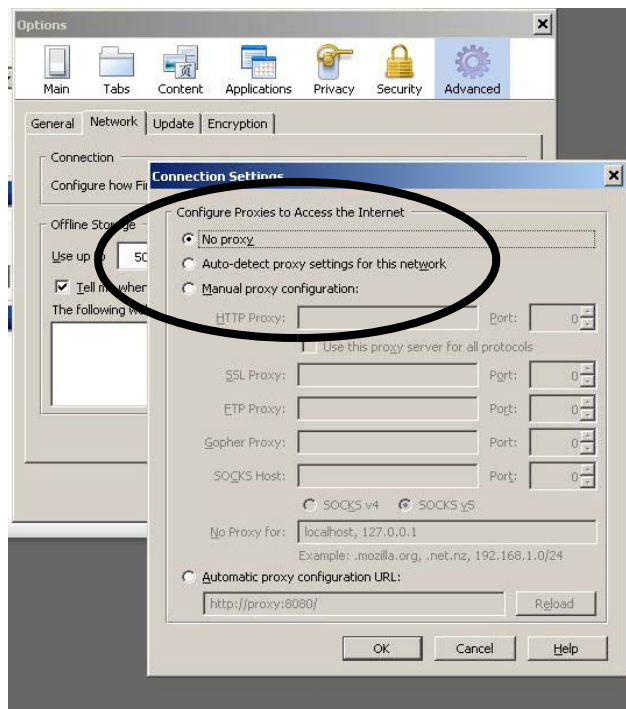

FIG. 28 : Désactivez Proxy Setting (Firefox uniquement)
2. *Ne s'applique qu'à Firefox :* Pour fonctionner dans un réseau ProMix 2KS/3KS avec Firefox, vous devez désactiver le paramètre Proxy sur votre navigateur. Dans votre navigateur Firefox, allez à Tools>Options>Advanced>onglet Network>Connection Settings. Cliquez sur "No proxy". Voir FIG. 28.